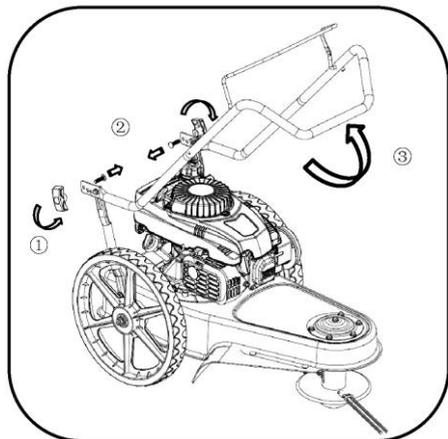

Рис. 3-1
1. Снимите треугольную гайку (①) и болт (②) с нижней рукоятки слева и справа.
2. Поверните среднюю рукоятку в рабочее положение и закрепите ее. См. рис. 3-1.